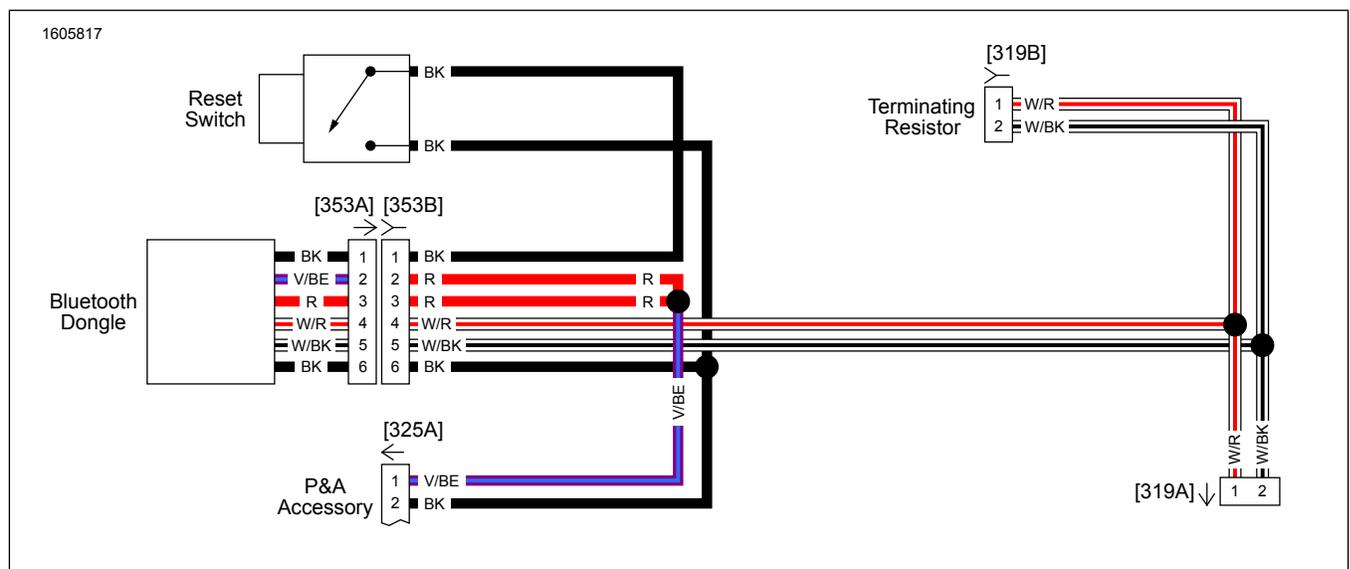

Abbildung 16. Bluetooth-Dongle-Kabelbaum (2017 und höher)(typisch)
1. Siehe Abbildung 16. Den Bluetooth-Dongle-Kabelbaum einbauen und verlegen.
Wenn die Persönliche Identifikationsnummer (PIN) vergessen oder gesperrt wurde und zurückgesetzt werden muss, den „Kopplungsschalter oder Rückstellschalter“ (siehe Abbildung 16, Punkt 3) 3 Sekunden lang gedrückt halten, um die PIN zurückzusetzen. In der H-D Audio App eine erneute Verbindung mit dem Bluetooth-Dongle herstellen, um eine neue PIN festzulegen.